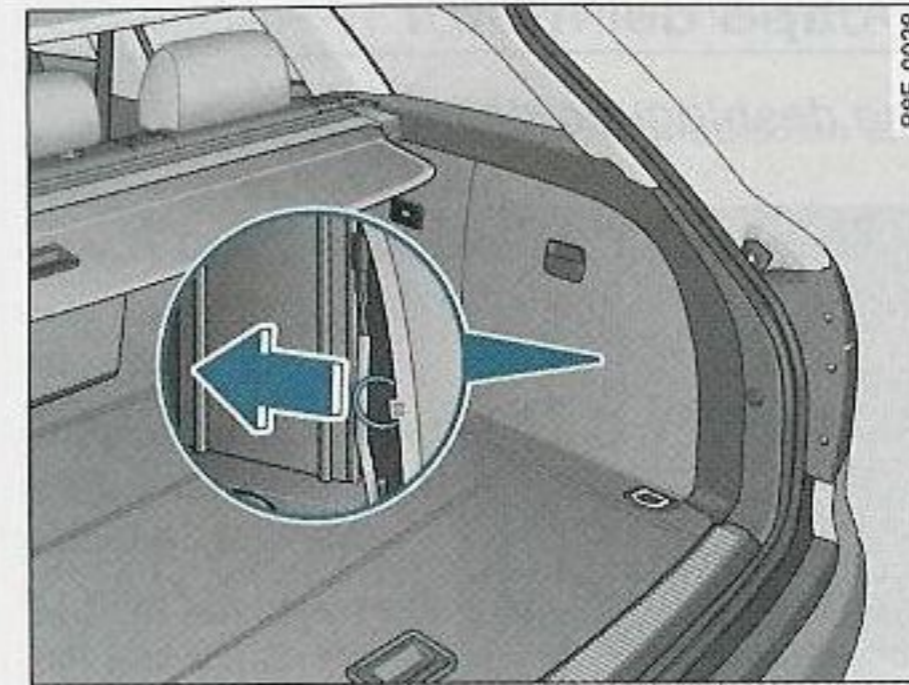

Fig. 224 Maletero: Desbloquear la tapa del depósito en caso de emergencia
- Tire de la anilla en la dirección de la flecha para desbloquear la tapa del depósito ⇒ fig. 224. ■